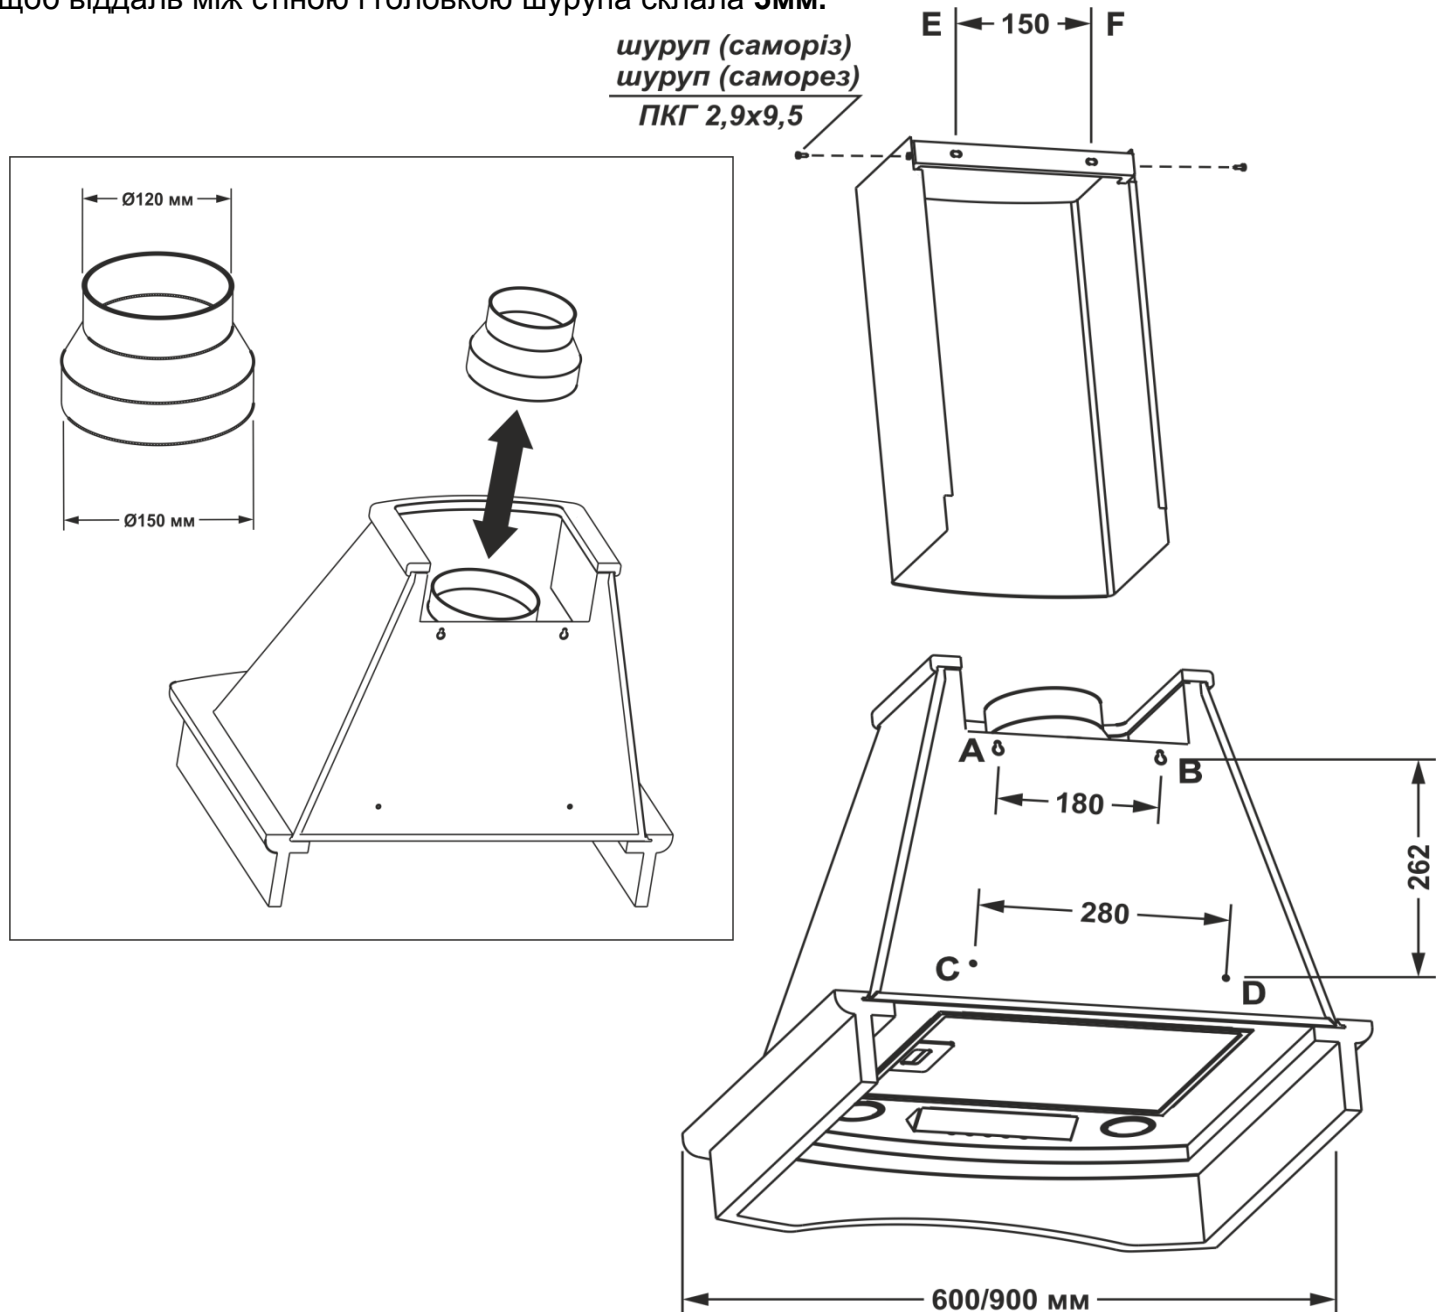

Рис.4
6.3 Проведіть розмітку кріпильних отворів корпусу на стіні кухні. Для цього виготовте паперовий шаблон з координатами **4-х** отворів на задній стінці корпусу (**точки А, В, С, D**); прикладіть шаблон до стіни на необхідній наставній висоті, що вказана вище, і вирівняйте його по рівню (**рис.4**).
6.8 Вставте коминик в нішу корпусу так, щоб він закривав повітровід вентиляції, і розмітьте по пазам планки коминка **2 отвори** під кріплення (т. **E, F**) (**рис.4**).
6.11 Установіть коминак в нішу корпусу, з'єднавши з планкою коминка і з'єднайте їх з боків **2-ма шурупами (саморізи) ПКГ 2,9x9,5 (рис.4)**.